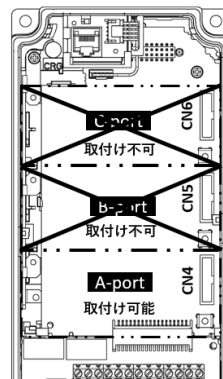

図 3.1 FRENIC-MEGA シリーズの例
- (1) インバータ本体の表面カバーを取り外し、制御プリント基板を露出してください。通信カードは、インバータ本体のオプション接続ポート 3 箇所 (A-, B-, C-port) のうち、A-port にのみ取付け可能です。(図 3.1)